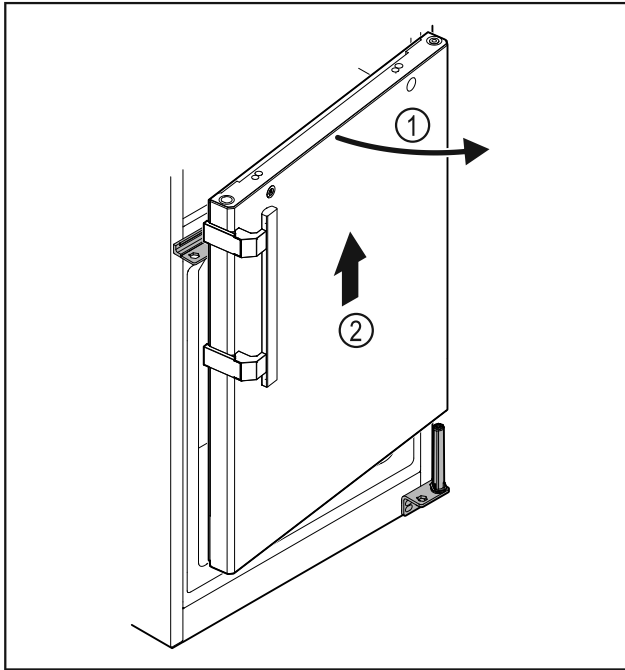

Fig. 34
- Åpne døren Fig. 34 (1) litt, løft den ca. 200 mm rett opp og ta den av Fig. 34 (2).